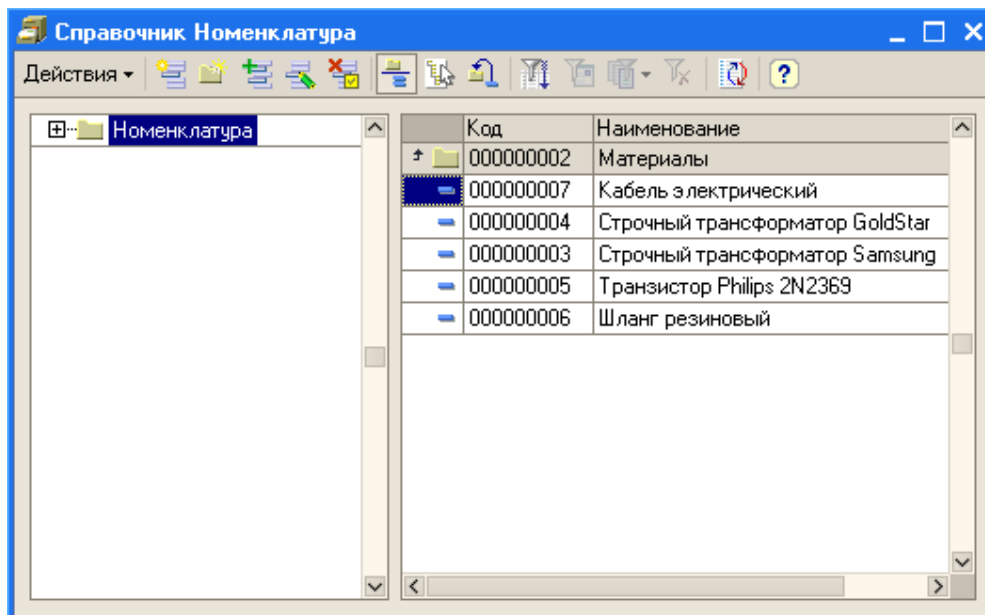

Рис. 22. Добавление элементов в группу «Материалы»
6. В группе Материалы создайте пять элементов (рис. 22):